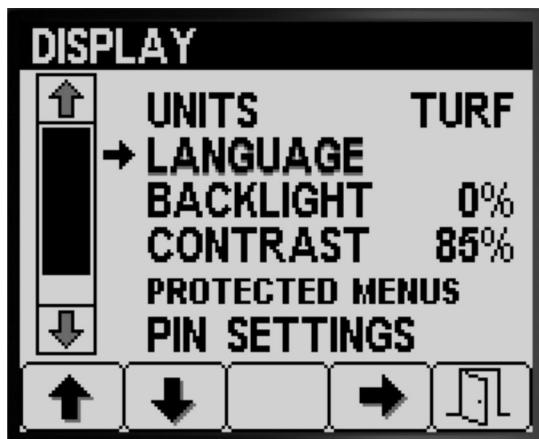

図 18
- ボタン 1 と 2 で言語オプション間の移動図 18。
- ボタン 4 は言語の入力図 18。